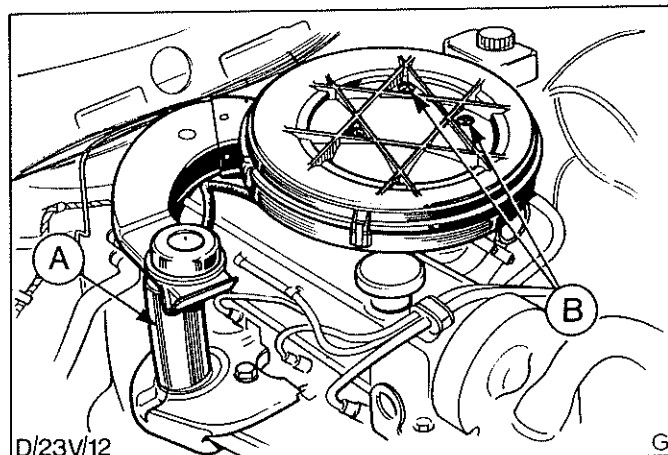

Abb.33 Ansauggeräuschkämpfer
3. Ansauggeräuschkämpfer gemäß Arbeitspos. 23 174 (Gruppe 23A) ausbauen. Abb.33.